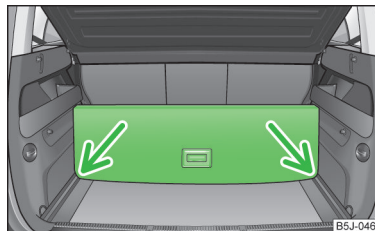

Abb. 50
- › Den Teil mit der Halterung anheben und diesen durch Einschieben in die mit Pfeilen gekennzeichneten Nuten sichern » Abb. 50.